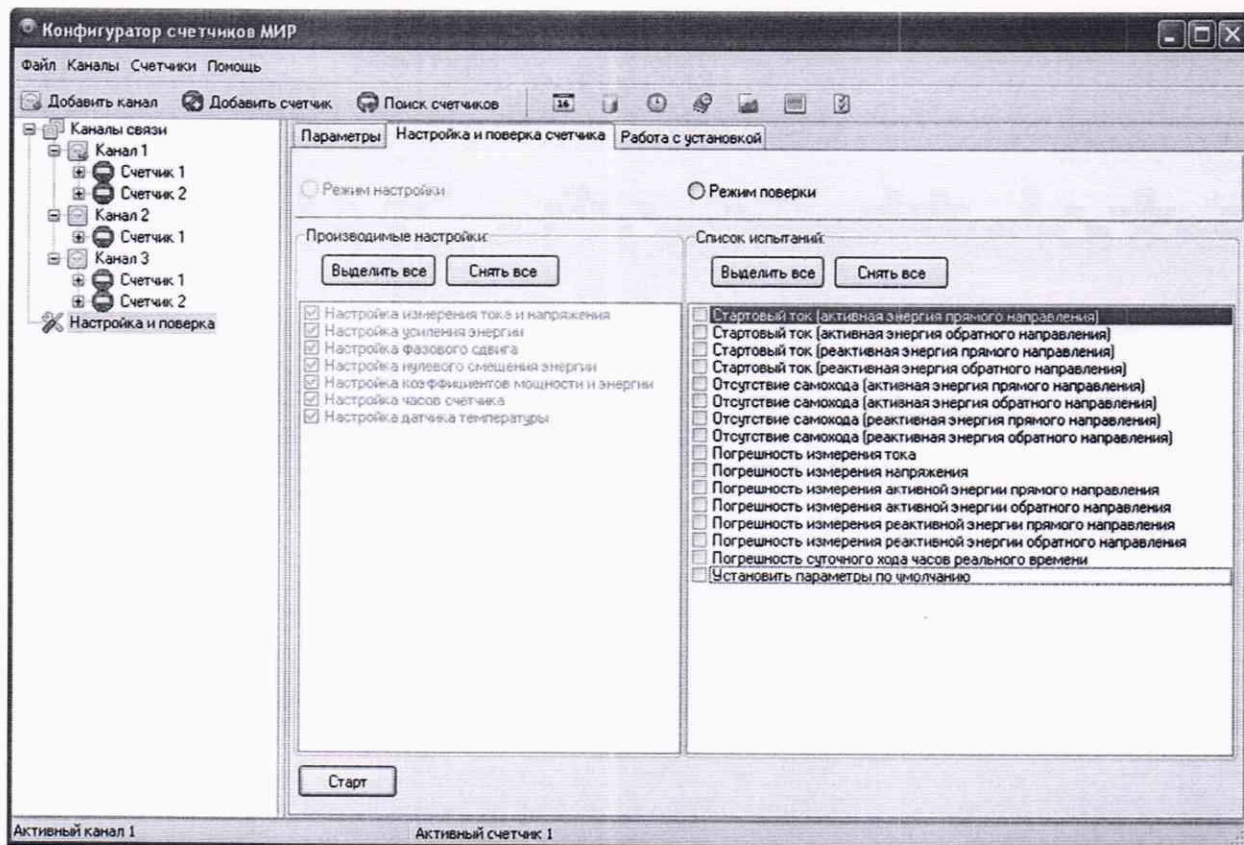

Рисунок 2.2
2.4.10.27 Нажать кнопку *Далее*, после чего откроется вкладка *Настройка и поверка счетчика* (рисунок 2.2), предназначенная для выбора режима работы со счетчиком.